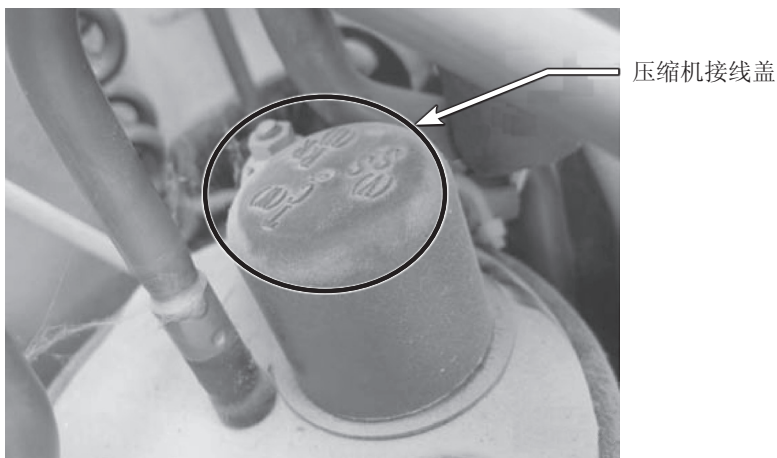

图 4-57 压缩机接线盖
4) 为了更加准确地判断故障，打开压缩机接线盖，如图 4-57 所示，观察压缩机连机线公共端 C 线已烧断。